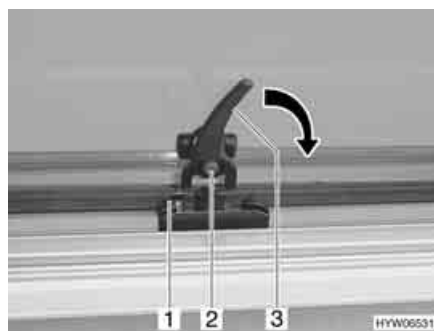

Fig. 55 Leva di serraggio in posizione "aperto"
- Premere il bottone di sicurezza (Fig. 55,2) e mantenerlo premuto.
- Ruotare la leva di serraggio (Fig. 55,3) nella direzione della freccia di un quarto di giro verso il telaio della finestra.
- Ruotare la leva di serraggio (Fig. 55,3) di un quarto di giro verso il centro della finestra.
- Ruotare la leva di serraggio in senso antiorario. Il bloccaggio deve entrare nell'apertura sinistra (Fig. 55,1) del dispositivo di bloccaggio (Fig. 56).
- Rilasciare il bottone di sicurezza (Fig. 55,2).